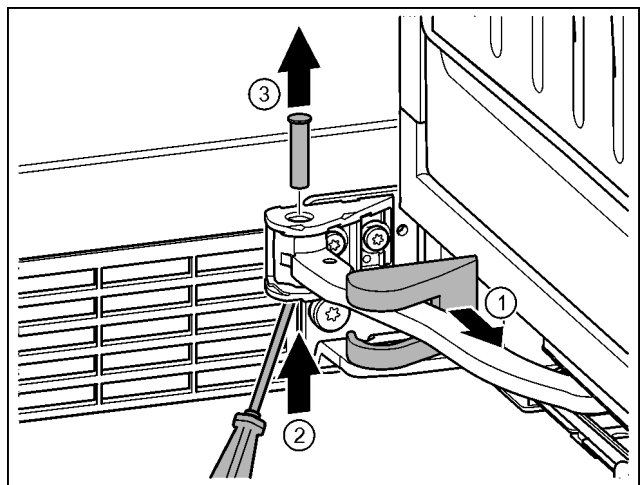

Fig. 15
- ▶ Stiahnite kryt ložiskovej konzoly a presuňte ho pozdĺž kĺbu. Fig. 15 (1)
- ▶ Čap zdola nadvihnite prstom alebo skrutkovačom. Fig. 15 (2)
- ▶ Skrutkovač zasunúť pod hlavu čapu a vytiahnite ho. Fig. 15 (3)